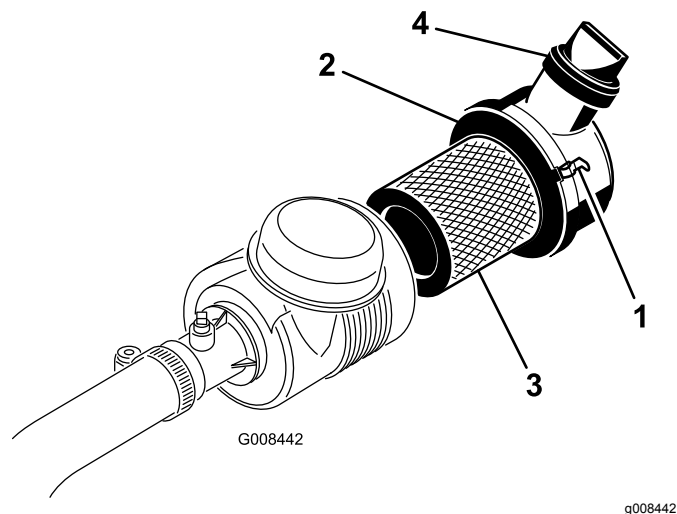

Figure 38
1. Desserrez les attaches qui fixent le couvercle sur le boîtier du filtre à air (Figure 38).
7. Reposez et verrouillez le capot (Figure 38).